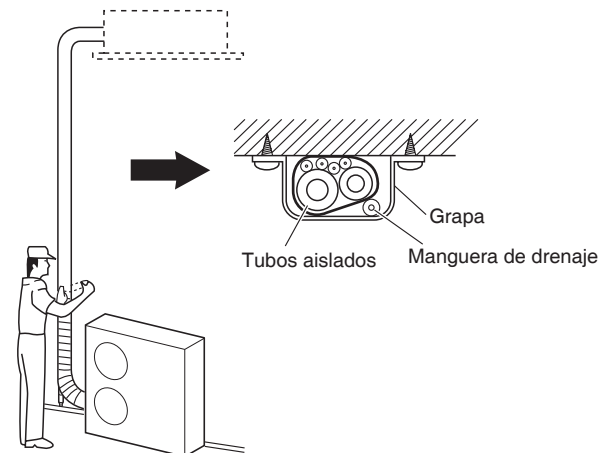

Fig. 5-9
- (1) En este momento, los tubos de refrigerante (y el cableado eléctrico si lo permiten los códigos locales) se deben unir junto con la cinta de blindaje en 1 paquete. Para evitar que la condensación desborde la bandeja de desagüe, mantenga la manga de desagüe separada de la tubería de refrigerante.
- (2) Envuelva la cinta de blindaje de la parte inferior de la unidad exterior a la parte superior de la tubería allí donde entra en la pared. A medida que usted envuelva la tubería, colóquela sobre la mitad de cada vuelta anterior de la cinta.
- (3) Sujete el paquete de tuberías con una abrazadera a la pared, use 1 abrazadera aproximadamente cada metro. (Fig. 5-9)